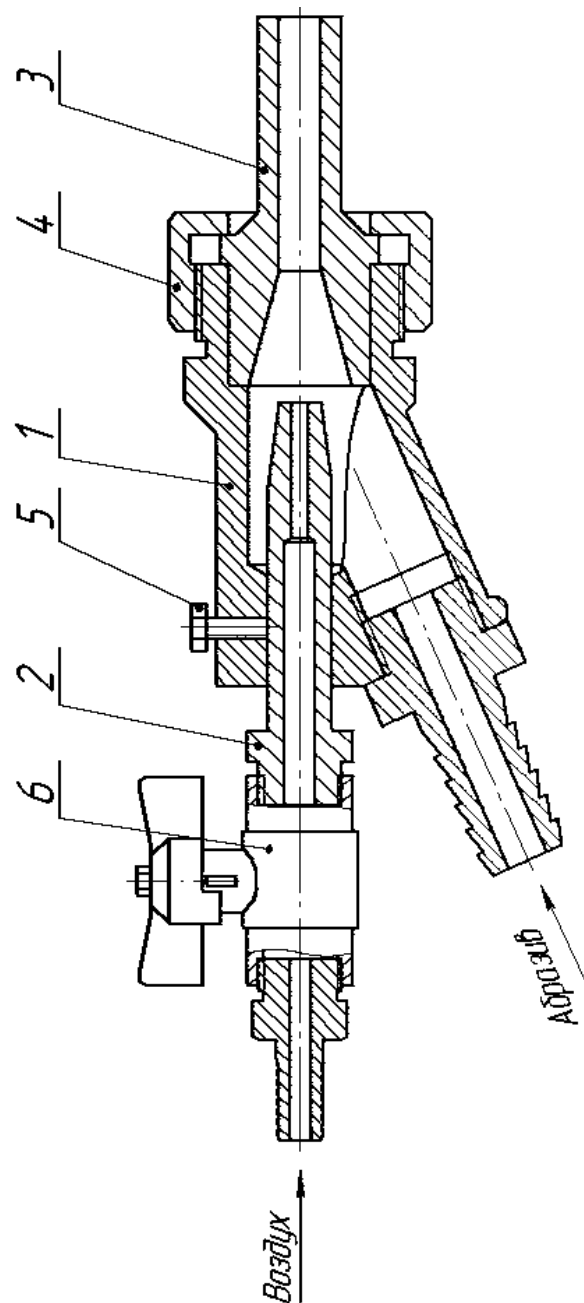

Рисунок 2. Соплодержатель.
4.2 Принцип работы аппарата основан на эжекции (разрежении), возникающей в соплодержателе (рис.2) при прохождении воздуха через воздушное сопло 2.
После регулировки закрепить сопло соплодержателя болтом (рис.2, поз. 5).